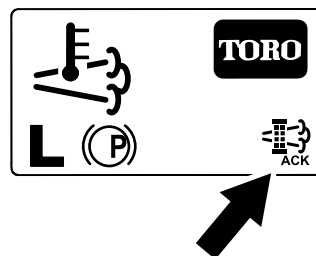

図 64
8. インフォセンターはホーム画面となり、再生実施中は画面右下に再生実施中アイコン 図 64 が表示される。